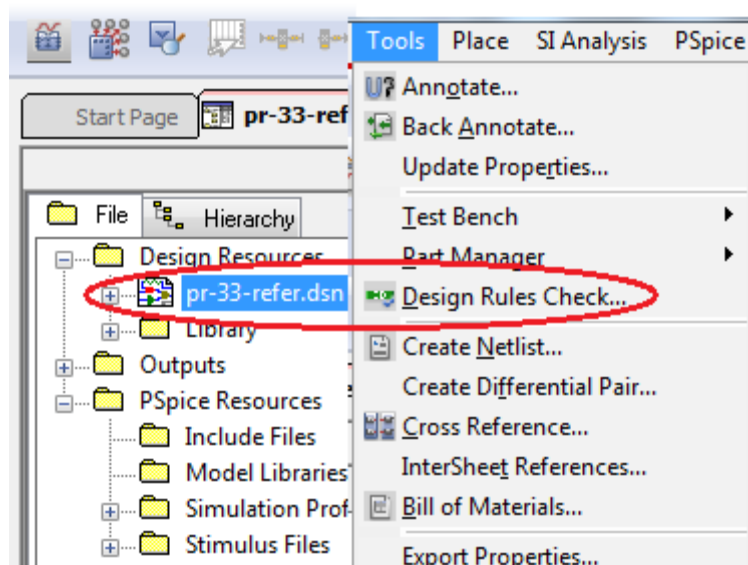

Рис. 20.11.
2. В меню Tools выберите команду Design Rule Checks (рис. 20.11).